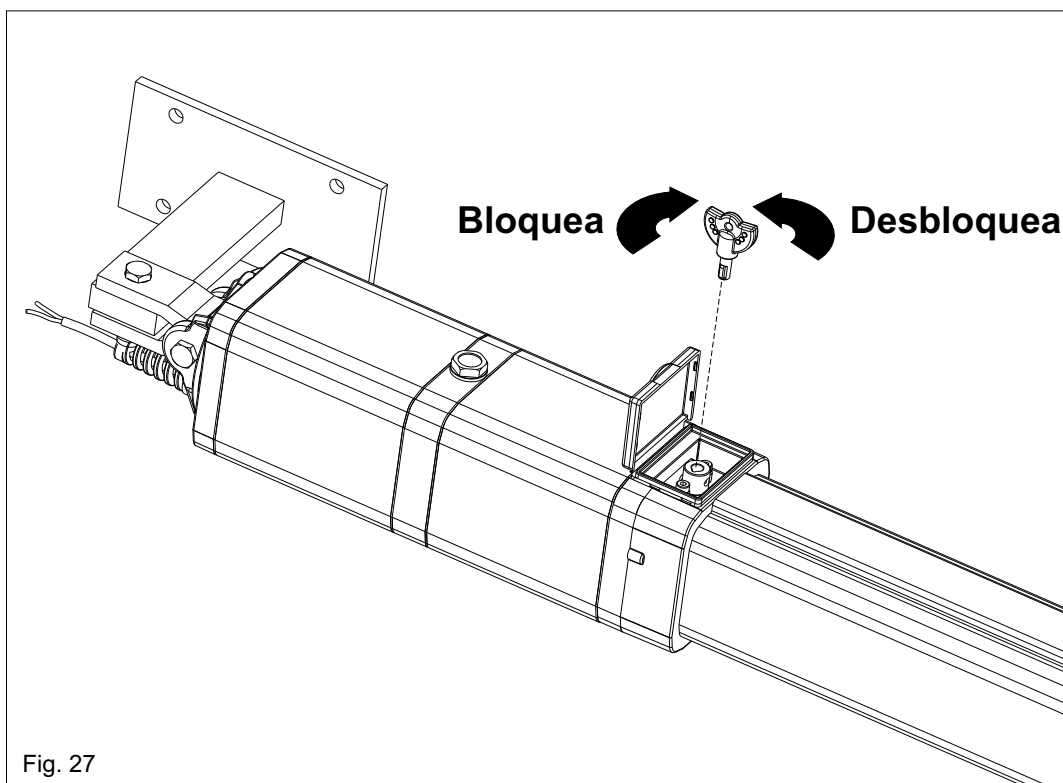

Fig. 27
-Abrir el portillo de protección, insertar la llave y girarla en sentido antihorario 180 grados (Fig.27).
-Insertar la llave y girarla en sentido horario hasta el cierre (Fig.27), cerrar el portillo de protección.